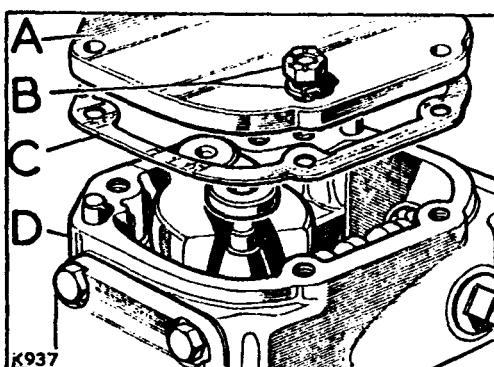

Fig. G1-45.- Tapa lateral
- 1.1.- Retirar la tapa lateral, A, (Fig. G1-45) y vaciar el aceite de la caja de engranajes.